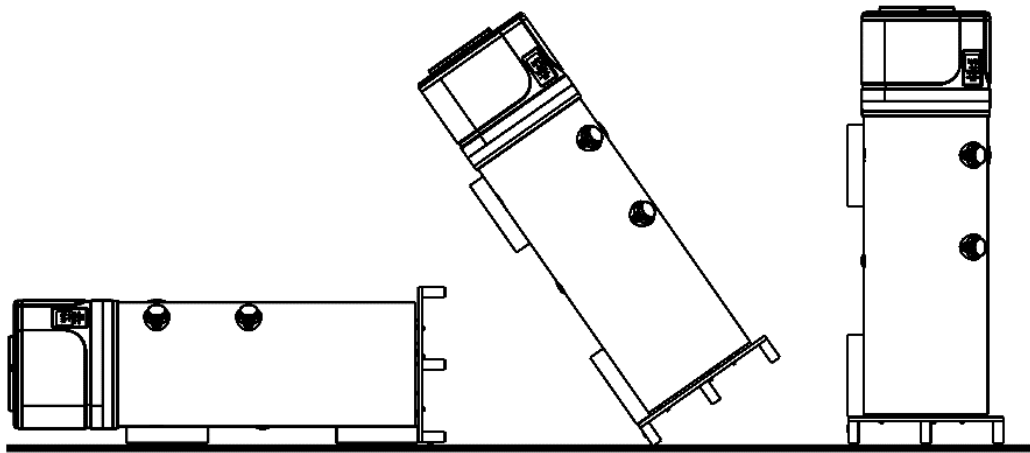

Fig. 2a;
Siga los siguientes pasos para instalar los tres elementos de soporte (Fig. 2a):
- Coloque el aparato en posición supina como se muestra en la fig. 2a;